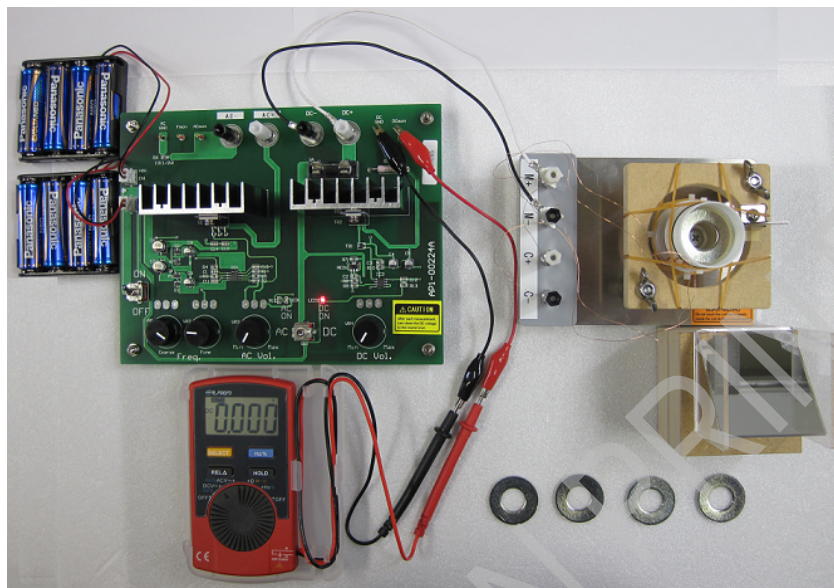

Рис. 7: Подключенные измерительные провода мультиметра. Осциллятор с грузом справа.
**A.2** Подсоедините контакты М+ и М- к выходу постоянного тока. Соедините мультиметр с выводами для считывания показаний в режиме DC при помощи проводов с разъемами типа «крокодил» (рис. 7). Считайте высоту осциллятора  $z$  при нулевой силе тока без грузиков, т.е.,  $N = 0$ . Запишите результат в **Таблицу А.2**. Поместите груз ( $N = 1$ ) на круглую полку внутри цилиндра, и запишите высоту  $z$  при которой осциллятор находится в покое. Чему равно значение силы тока  $I$ , протекающего через основную катушку, чтобы вернуть осциллятор назад, в положение без грузиков? Повторите измерения увеличивая  $N$  до 5 и заполните **Таблицу А.2**. 0.6 pt